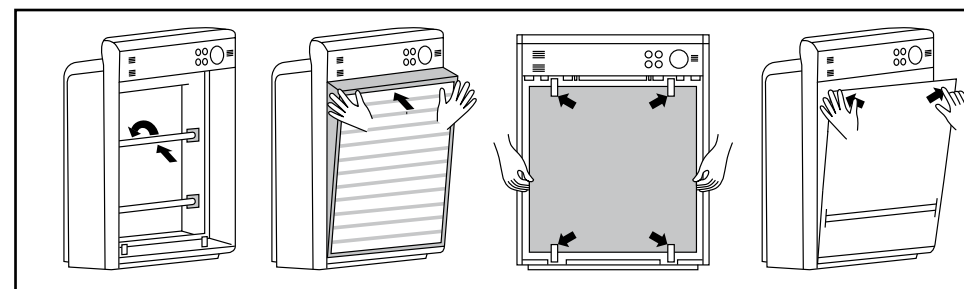

Abb. 5: Montage
- 1 UV-Röhren (9):** Platzieren Sie die Röhren (9) vorsichtig in deren Fassung. Drehen Sie die Röhren (9) mit Gefühl im oder gegen den Uhrzeigersinn, bis die Anschlüsse hörbar einrasten. Fassen Sie die Röhren (9) nur an den Keramik-Endstücken an und tragen Sie Haushaltshandschuhe.
- 2 Hauptfilter (8):** Setzen Sie den Hauptfilter (8) zuerst am unteren Rand des Gehäuses ein und drücken Sie ihn dann in das Gehäuse hinein. Die Aufschrift „HEPA“ (weiße Filterseite) muss außen sein.
- 3 Vorfilter (7):** Setzen Sie den Filter (7) ein und drehen Sie die Schlösser in der angegebenen Richtung in **Abb. 5**, um den Vorfilter (7) zu befestigen.
- 4 Vordere Abdeckung (5):** Setzen Sie zuerst die unteren Halterungen in die Öffnungen des Gehäuses. Befestigen Sie die Abdeckung (5) indem Sie auf die rechte und linke obere Ecke drücken, die Abdeckung (5) rastet hörbar ein.